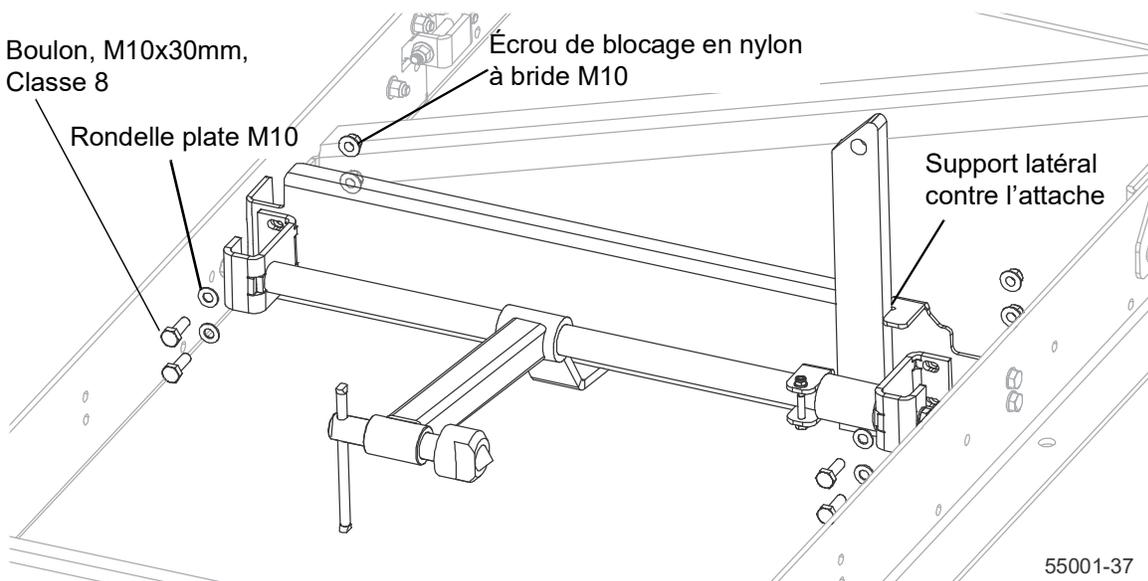

FIG. 3-6
5. Fixez le dispositif de serrage de bille complet au milieu du banc à l'aide des boulons M10x30. Voir Figure 3-6.
6. Montez le deuxième dispositif de serrage de bille à proximité de l'extrémité du banc de bille. Voir Figure 3-6.